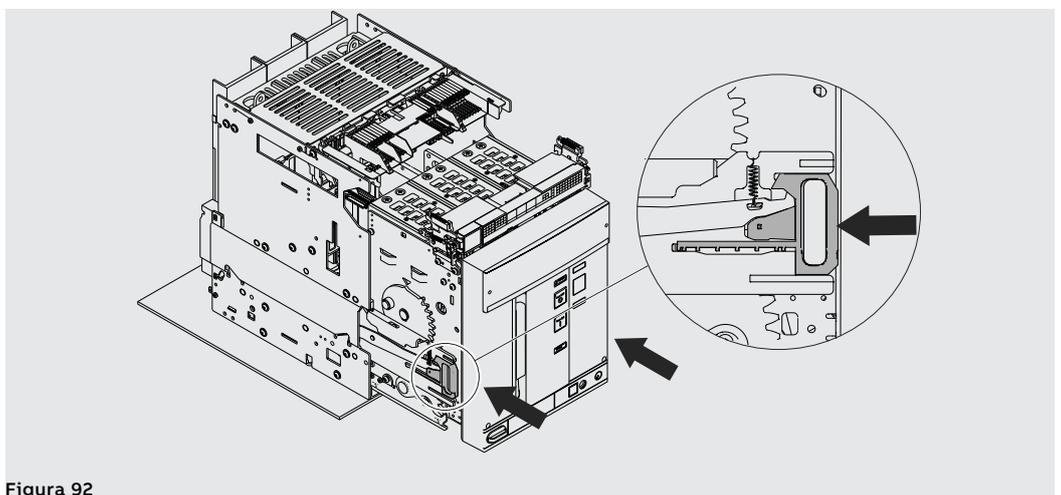

Figura 92
7. Impugnare le leve delle guide parte fissa e spingerle sino a quando la parte mobile va in arresto. Vedi Figura 92.